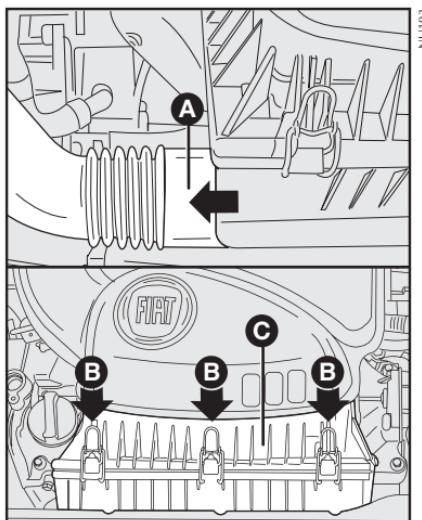

fig. 8
### SUBSTITUIÇÃO - fig. 8 e 9
- Remover a tubulação de borracha da caixa do filtro de ar **A**-fig. 8 conforme a seta;